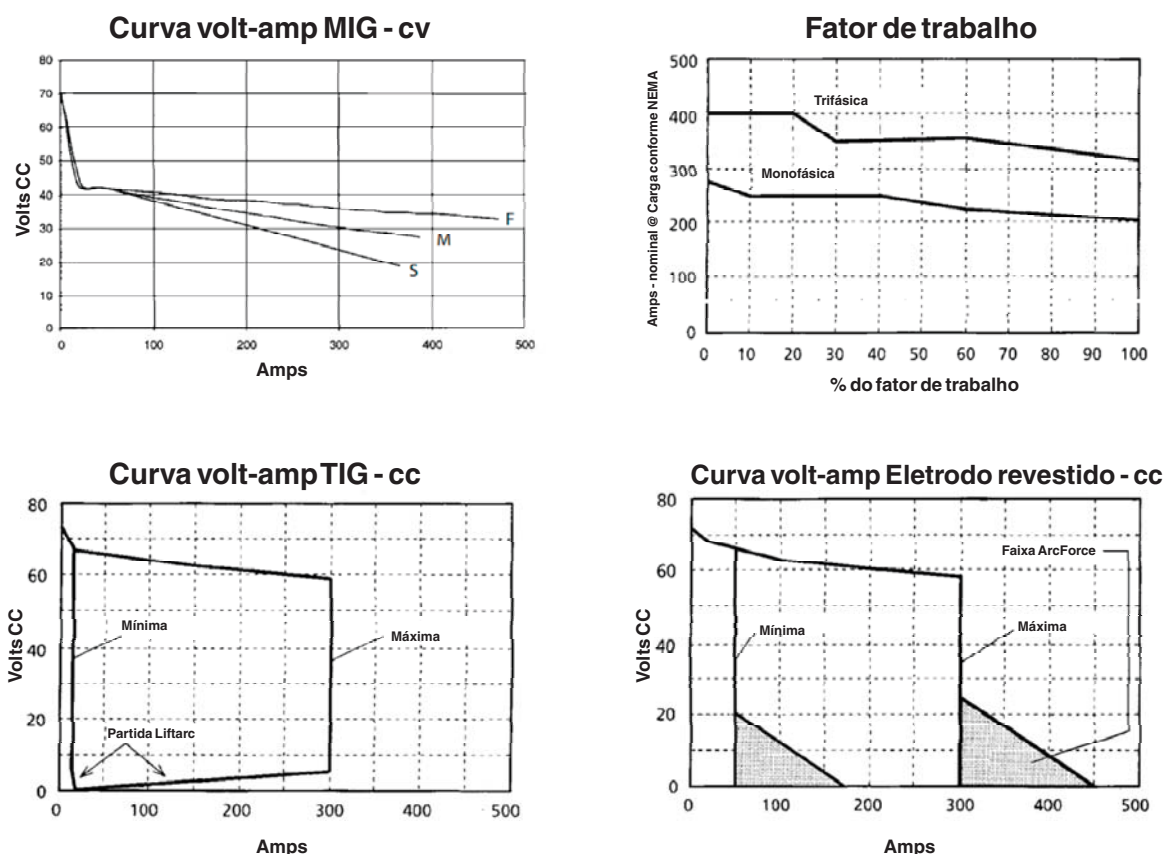

Figura 3.1
A fonte MTS 3500i opera a 60% do fator de trabalho com 350 amperes e 34 VDC (com alimentação trifásica). O fator de trabalho especifica o tempo como uma porcentagem de um período de dez minutos durante o qual o equipamento pode soldar com uma carga específica. 60% do fator de trabalho significa que uma carga de 350 amperes e 34 volts pode ser aplicada em 6 minutos e desligada por um período de 4 minutos em um período total de 10 minutos. Se a corrente (ou tensão) de soldagem diminui, o fator de trabalho aumenta. E ao contrário, se a corrente (ou tensão) de soldagem aumenta, o fator de trabalho diminui. Veja a figura 3.1.
A figura 3.1 ilustra a característica volt-ampere da fonte nos processos MIG (CV), TIG (CC), e Eletrodo revestido (CC). A inclinação destas curvas refere-se a uma redução que é geralmente definida como a queda de tensão por cada 100 ampères de carga. Estas curvas mostram a tensão de saída obtida resultante da corrente de saída entre os ajustes do controle mínimo e máximo. Para outros valores ajustados entre o mínimo e o máximo são obtidos nas curvas.